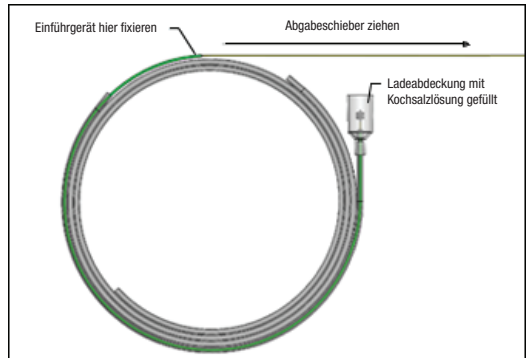

Abbildung 5 – Den Abgabeschleier in proximaler Richtung ziehen, um das Implantat zurückzuziehen.
- Mit einer Hand das grüne Einführgerät fixieren, den Abgabeschleier greifen und vorsichtig proximal ziehen, um mit dem Zurückziehen des Implantats zu beginnen, siehe Abbildung 5.